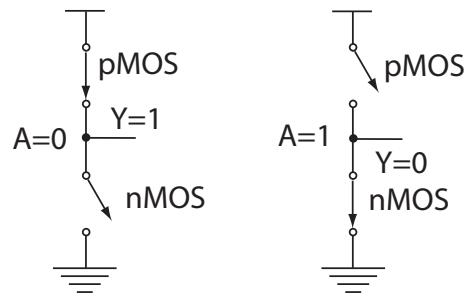

Fig. 2. Statisk effektforbruk i en CMOS inverter. (FIG4.26)
En komplementær eller statisk inverter er vist i Fig. 2. Når inngangen er 0 vil pMOS transistoren være PÅ og nMOS transistorene være AV, og utgangen vil være høy (1). Når inngangen er 1 vil pMOS transistoren være AV og nMOS transistoren være PÅ, og dermed vil utgangen være lav. Dette er stabile tilstander for en CMOS port og ideelt vil det da ikke gå strøm mellom V_{DD} og GND . En transistor som er skrudd AV vil likevel levere noe strøm som er gitt av modellen for transistorstrøm i svak inverasjon med $V_{gs} = 0$: